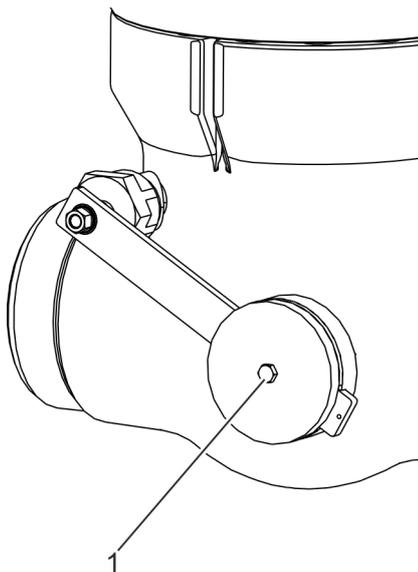

Fig. 13: Soltar la unión atornillada
**1.** ➤ Suelte la unión atornillada (Fig. 13/1).